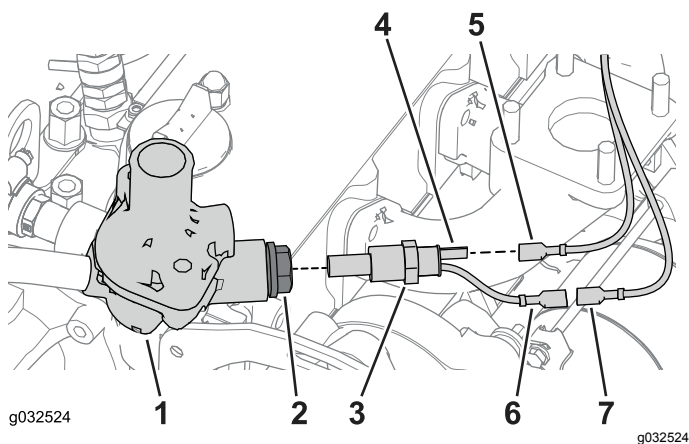

Figura 29
1. Localize a caixa do termóstato do bloco do motor e retire o tampão da porta do motor (Figura 29).
5. Localize o fio amarelo que desligou no passo 2 em Encaminhamento do tubo de alimentação \(página 15\) e ligue-o ao conector quente do motor do sensor de temperatura (Figura 29).
6. Localize o fio laranja que está ligado ao fio amarelo, retire a braçadeira de cabos e ligue o fio ao conector morno do motor do sensor de temperatura (Figura 29).